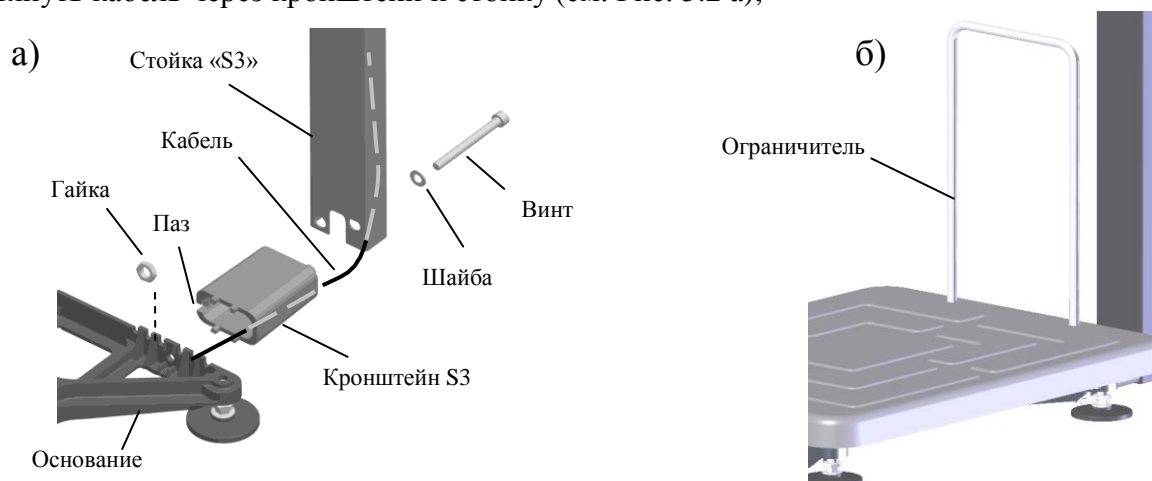

Рис. 5.2 - Крепление прямоугольной стойки к модулю ТВ-S_
- Протянуть кабель через кронштейн и стойку (см. Рис. 5.2 а);
Вложить в винт М8х130 шайбу 8. Вставить винт в отверстие стойки и пропустить его сквозь стойку, кронштейн (положение паза кронштейна см. на Рис. 5.2а) и основание модуля. Стянуть винт гайкой М8.
- Плотно вставить в отверстия платформы ограничитель (Рис. 5.2 б).